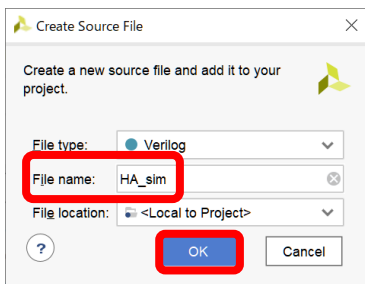

図 11.21 シミュレーションの手順 4
4) 図 11.21 のように「File name:」にシミュレーションに使用するテストベンチ用の Verilog HDL ファイル名を指定する。回路用のファイルと同一の命名はできないため、同一でないファイル名を指定する。なお、回路用ファイル名に「_sim」を付加すると、付加しやすく明確に示すことができる。この場合は、「HA_sim」とする。